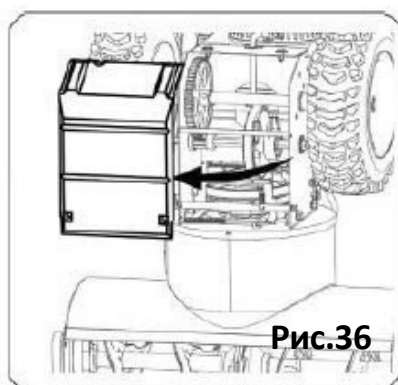

Рис.36
- Осторожно поверните снегоуборщик вверх и вперед так, чтобы он опирался на корпус шнека. Снимите крышку рамы с нижней стороны снегоуборочной машины, сняв четыре винта, которые закрепляют его см.рис.36.